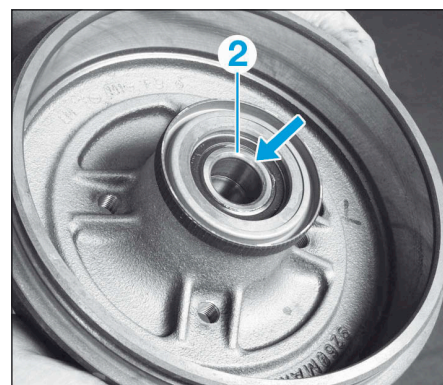

FIG.32
- Placer le tambour sur une presse, puis déposer le roulement (2) à l'aide des outils [1] ou [2] en fonction de la taille du roulement (Fig.32).